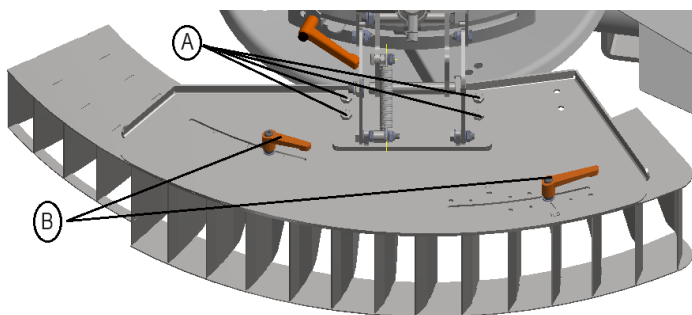

Figure 6.13 - Limiteur de bord latéral (position de travail)
- Depuis le tracteur, activez le limiteur de bord latéral (*figure 6.13*) ;
- Monter le bloc d'ailettes dans la position indiquée (*figure 6.13*), c'est-à-dire les 4 vis - **A** - dans le trou le plus à gauche du bloc ;